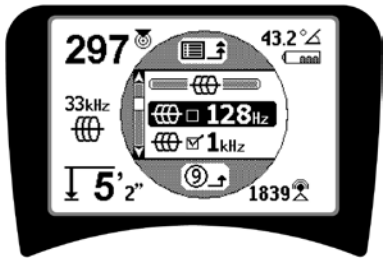

Figure 14: Mise en surbrillance d'une fréquence souhaitée (128 Hz)
2. A l'aide des touches Haut et Bas, mettez en surbrillance la fréquence souhaitée (Figure 14). Dans cet exemple, l'opérateur active la fréquence 128 Hz.